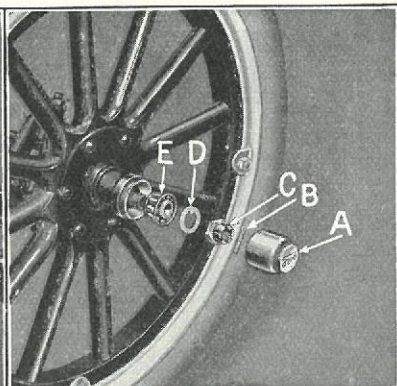

Fig. 58
- (b) Afskru Navkapslerne (Fig. 58-A).
- (c) Paasæt Rullelejet (Fig. 58-E), saa Hjulet løber frit, men uden noget mærkbart Slør mellem Lejeskaal og Rulleleje.